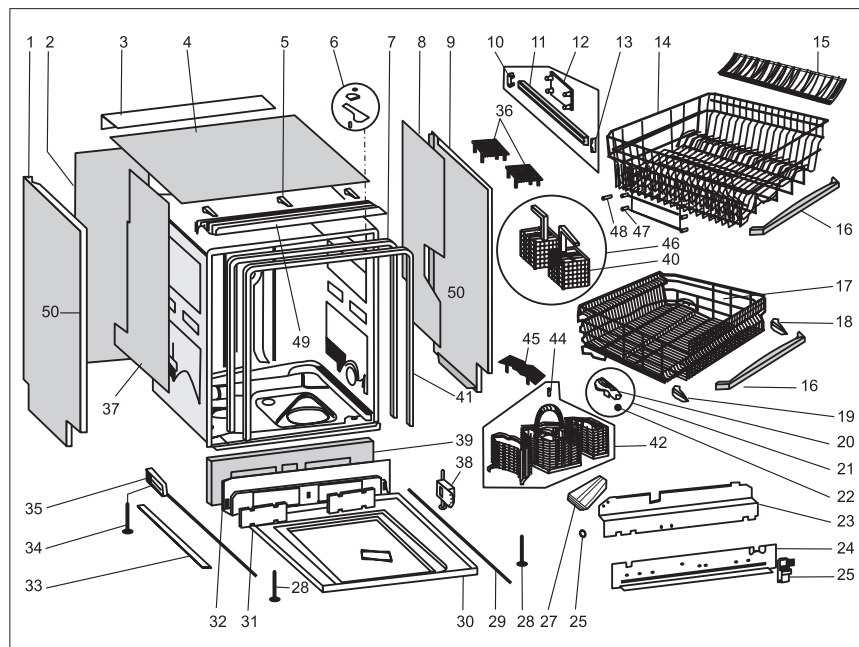

Рис. 1. Корпусные элементы аппарата «Ariston LVZ 670»
Начнем с корпуса. Корпусная часть посудомоечной машины — это то, что мы видим снаружи и открыв ее дверцу (рис. 1). Отметим лишь основные элементы:
- Что же касается элементов, которые не перечислены выше, но показаны на рис. 1 и 2, например 20 (крепежная деталь) или 35 (пружина), то они выполняют второстепенные функции.